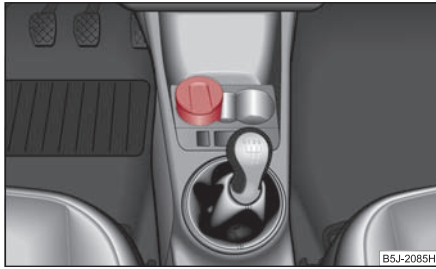

Abb. 102 Mittelkonsole:
- Nehmen Sie den Aschenbecher ⇒ Abb. 102 nach oben heraus. Beim Herausnehmen halten Sie den Aschenbecher nicht am Deckel - Abbruchgefahr.